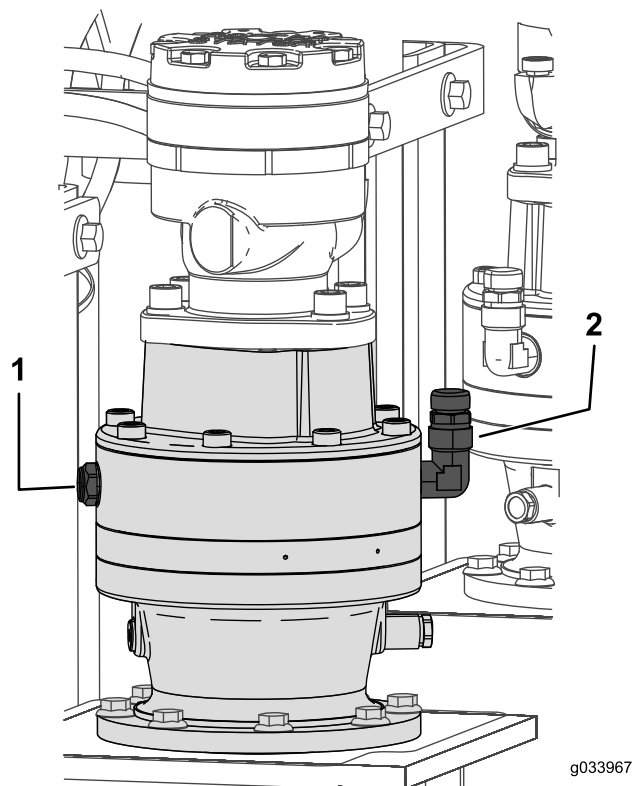

Рисунок 132
1. Проверьте уровень масла по смотровому стеклу на каждом планетарном редукторе опускаемой стойки (Рисунок 132).
2. Снимите крышку сапуна и долейте масло в планетарный редуктор так, чтобы уровень масла доходил как минимум до середины смотрового стекла (Рисунок 132).